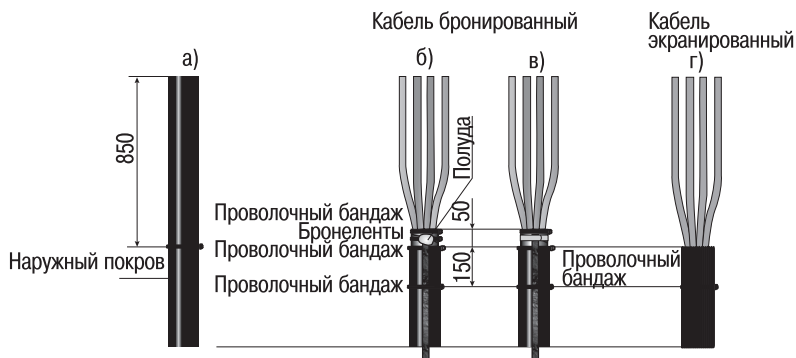

Рисунок 1.
- Наложить проволочный бандаж на наружный покров кабеля на длине 850 мм (рисунок 1 а).
- 6) В случае комплекта муфты с ППД установить шину заземления концом без наконечника на бронелентах и закрепить её ППД до полной намотки на кабель (рисунок 1 в).
- Для экранированного кабеля(рисунок 1 г):